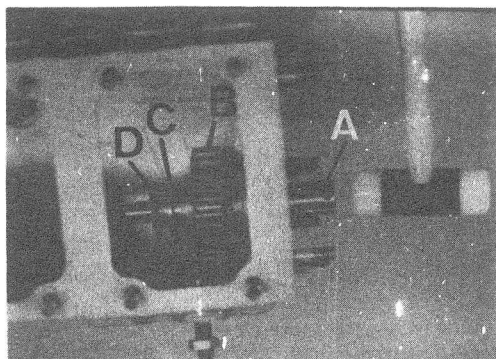

Fig. C1-109 Montaje engranaje M.A.
- 3.2. Apuntar el eje, A (Fig. C1-109) en su alojamiento del cárter y posicionar el engranaje, B, la arandela de empuje, C, y el distanciador, D, en el cárter, introduciéndolos en el eje y encajando la canal del engranaje en el patín de la palanca intermedia de accionamiento de marcha atrás.